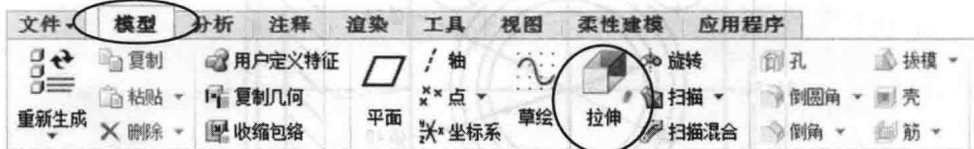

图 1-4 单击“拉伸”按钮
(3) 单击“确定”按钮，进入建模环境。
(4) 在横向菜单中单击“模型”选项卡，再单击“拉伸”按钮，如图 1-4 所示。